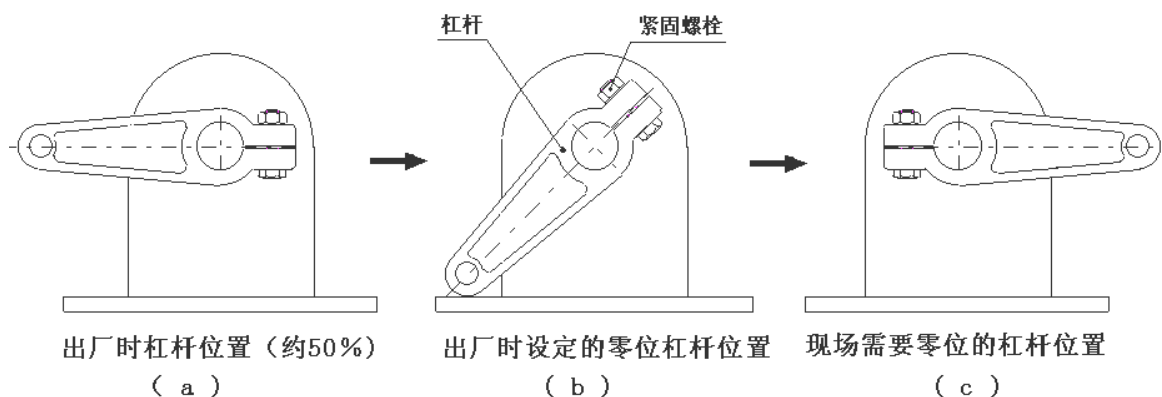

图 4.1 改变输出轴与杠杆相对位置示意图
- 拉出手轮摇动,使输出轴杠杆转动至出厂时的零位(至手轮摇不动为止),见图 4.1(b);
- 按需要的位置重新装入杠杆,见图 4.1 (c),拧紧紧固螺栓。